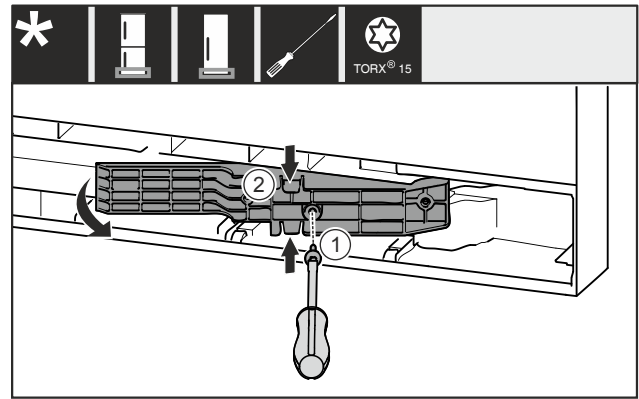

Fig. 20 *
- Retirer la vis Fig. 20 (1)*.
- Compresser légèrement l'adaptateur Fig. 20 (2) par le haut et le bas et le retirer.*